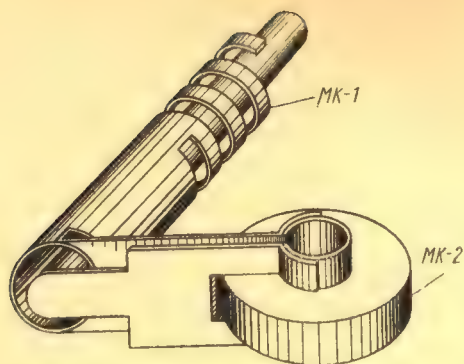

Рис. 17. Ансамбль магнитокумулятивных генераторов МК-1 и МК-2, с помощью которого получена рекордная напряженность магнитного поля 25 млн. э.
* Это рекордное магнитное поле было получено путем последовательного использования двух взрывных, или магнитокумулятивных, генераторов МК-1 и МК-2. Второй из них использовался для создания «запального» поля, которое затем «схлопывалось» генератором МК-1. Ансамбль этих двух уникальных устройств показан на рис. 17.